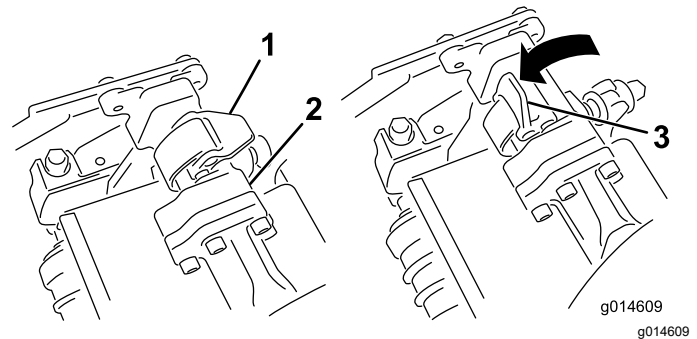
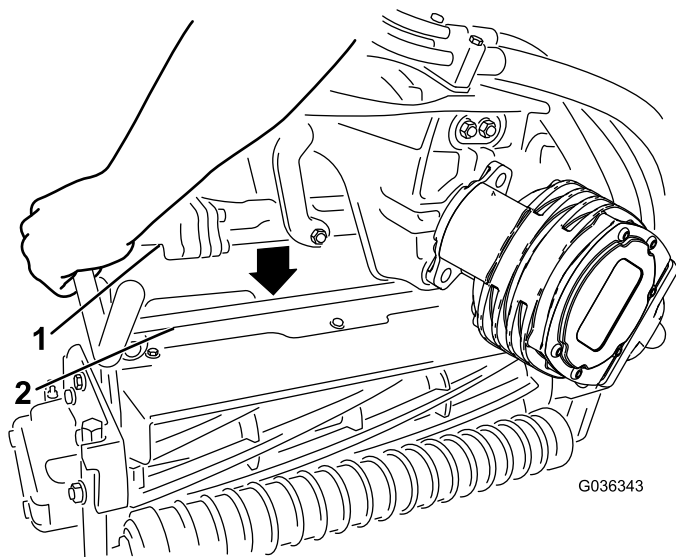

Figure 69
Figure 70
4. Ouvrez les verrous sur la barre du bras de suspension (Figure 69) et poussez le bras vers le bas pour que la barre recouvre les deux bras d'inclinaison sur l'unité de coupe, en vous assurant que les verrous passent sous la barre transversale de l'unité de coupe (Figure 70).
5. Fermez les verrous autour de la barre de l'unité de coupe et bloquez-les en place (Figure 69).
6. Ouvrez les verrous sur la barre du bras de suspension appartenant à l'unité de coupe que vous voulez déposer (Figure 69).